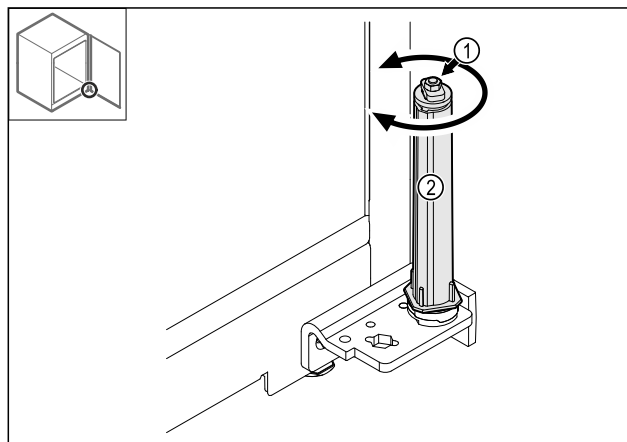

Fig. 40
- Lukkesystemets forskruling Fig. 40 (1) må ikke skilles ad.
- Drej lukkesystemet Fig. 40 (2), til det går i indgreb.